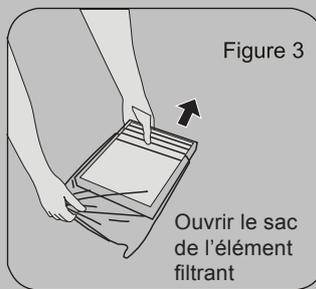

Figure 3
3. Retirer le sac, ouvrir le sac de l'élément filtrant, prendre le nouvel élément filtrant (comme illustré à la figure 3) et ensuite installer selon la direction de la flèche indiquée au sommet du filtre.